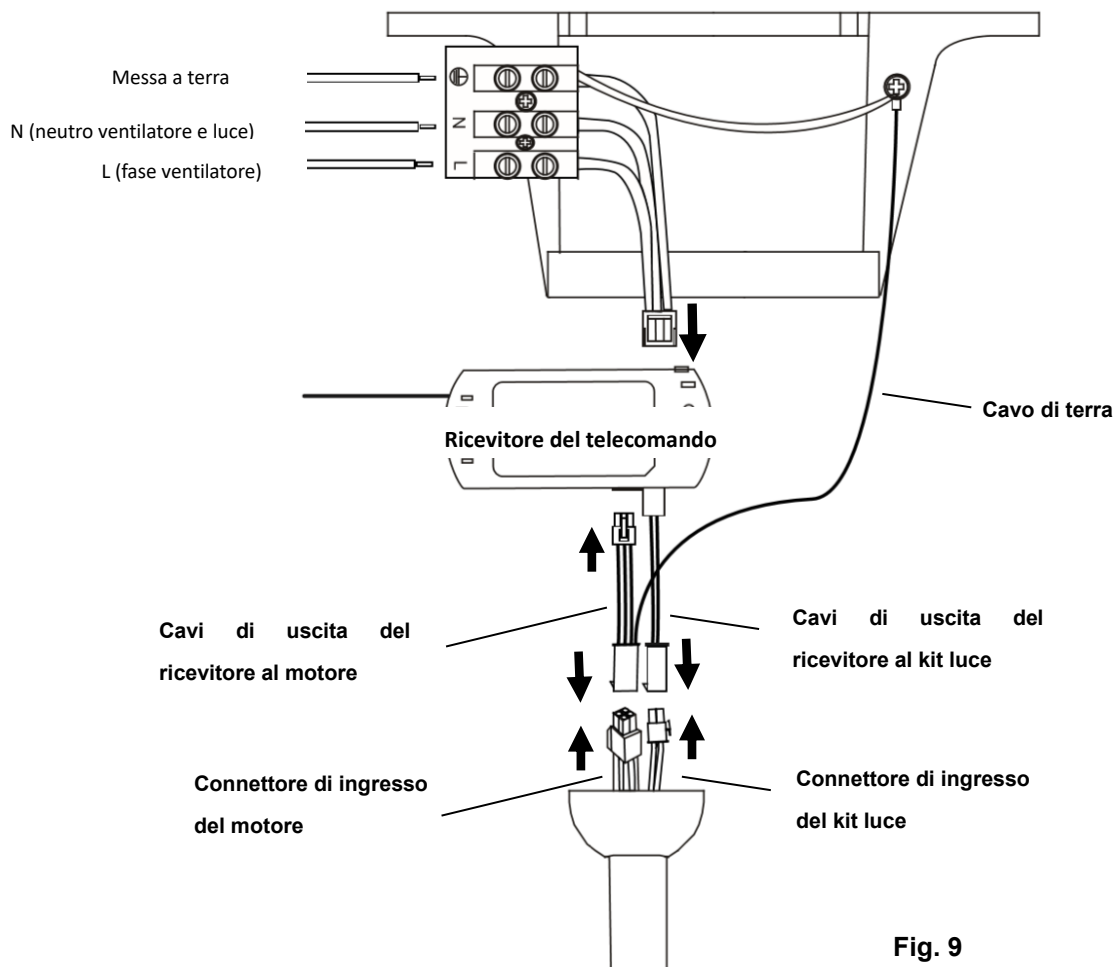

Fig. 9
PREPARAZIONE E INSTALLAZIONE DEI CAVI ELETTRICI - SCHEMA DI DIAGRAMMA (FIG. 9)
Dall'impianto elettrico alla morsettiera sulla staffa di supporto (Fig. 9)
Dalla staffa di supporto al ricevitore e al motore (Fig. 9)
5. Collegare i cavi di uscita dal driver motore/ricevitore (dalla staffa di supporto con cavo di terra) all'uscita del driver motore/ricevitore (Fig. 9). Collegare i cavi di uscita del driver motore/ricevitore con cavo di terra (dalla staffa di supporto con cavo di terra) all'ingresso del motore del ventilatore (Fig. 9).